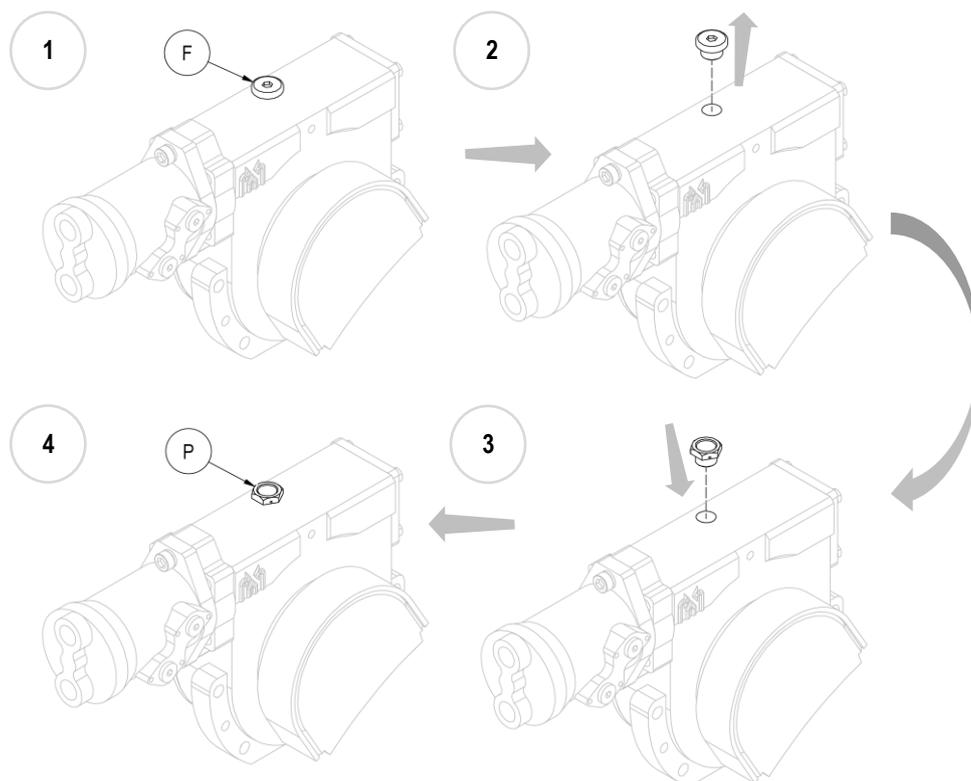

Figura 12
11. **N.B.** Con el equipo montado, reemplace el tapón de llenado de aceite de hierro ciego (F) por el de plástico suministrado (P), equipado con un respiradero (mira *Figura 12*).